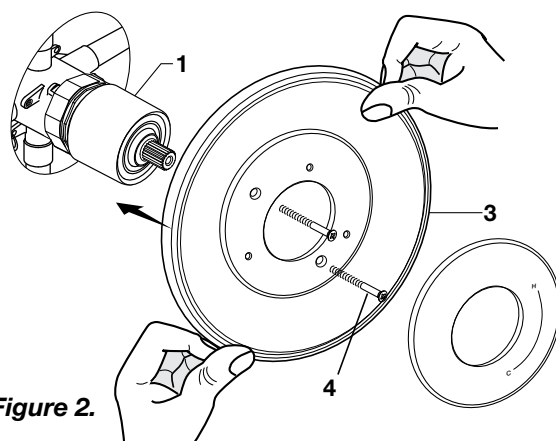

Figure 2.
- **Figure 2.** Enfoncez l'ÉCUSSON (3) sur le CAPUCHON (1) et fixez-le sur le corps de valve avec des VIS LONGUES (4).